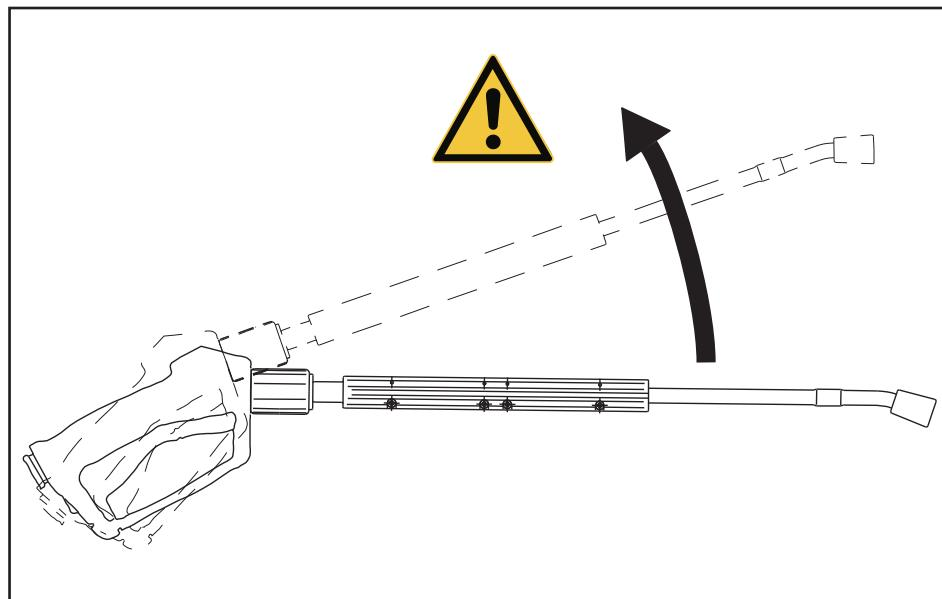

Abb. 6 - 5 Rückstoßkraft beim Einschalten der Schaltpistole
Nach Aktivierung der Schaltpistole übt der austretende Wasserstrahl eine ruckartige Rückstoßkraft aus (siehe auch Abb. 6 - 5).
- ▶ An der Schranktürfront den Hauptschalter Start - Stop (1, Abb. 6 - 1) in Stellung I bringen. Der Hochdruckreiniger läuft an. Die Pumpe fördert zunächst Luft aus der Hochdruckdüse. Nach kurzer Zeit tritt dann Wasser aus.
- Heisswasser (2, Abb. 6 - 1): Das aufgeheizte Wasser tritt mit einer vom Anlagenbetreiber vor eingestellten Temperatur aus der Hochdruckdüse.